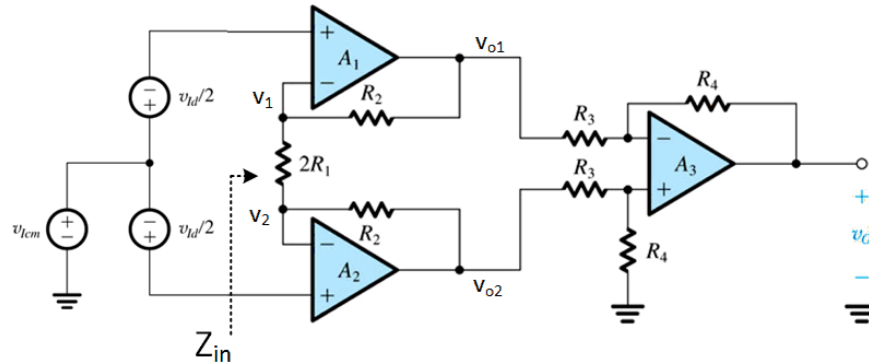

Figure 4.
Soit le circuit montré à la Figure 4. La sortie $v_o = v_{od} + v_{ocm}$ se compose d'une partie différentielle et d'une partie mode commun. On note que $v_{id} = 5 \text{ mV}$ et $v_{icm} = 100 \text{ mV}$. Le circuit possède un gain différentiel (A_d) global de 100 V/V .
- (BONUS)** Pour les gains d'étages mentionnés en (a) et un TRMC de 60 dB , si $v_{id} = 0.005 \cdot \cos(\omega_1 t)$ et $v_{icm} = 0.1 \cdot \cos(\omega_2 t)$, donnez les tensions aux points v_1 , v_2 , v_{o1} , v_{o2} et v_o montrés à la Figure 4. Donnez toutes les traces de votre démarche.